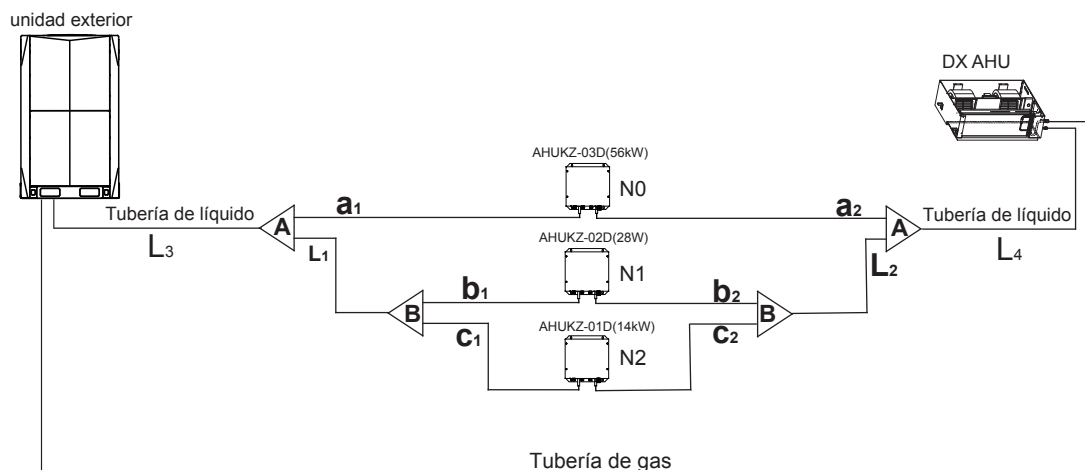

Imagen 3-7
e.x.1: Consulte la Imagen 3-7, la capacidad de la caja del control descendente para L4 es $560 + 280 + 140 = 980$, la tubería es $\Phi 19,1$.